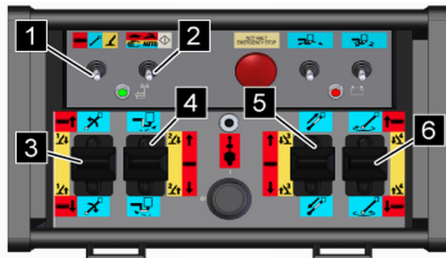

Fig. 89: Mode des appuis
3. ➔ Appuyer sur l'interrupteur à bascule (Voir la Fig. 89/1) vers la droite sur [Fonctions des appuis] (jaune).
4. ➔ Mettre l'interrupteur à bascule (Voir la Fig. 89/2) au centre sur [mode automatique].
5. ➔ Avec un levier de commande (Voir la Fig. 89/3 à 6), sortir tous les appuis en appuyant le levier vers l'avant.